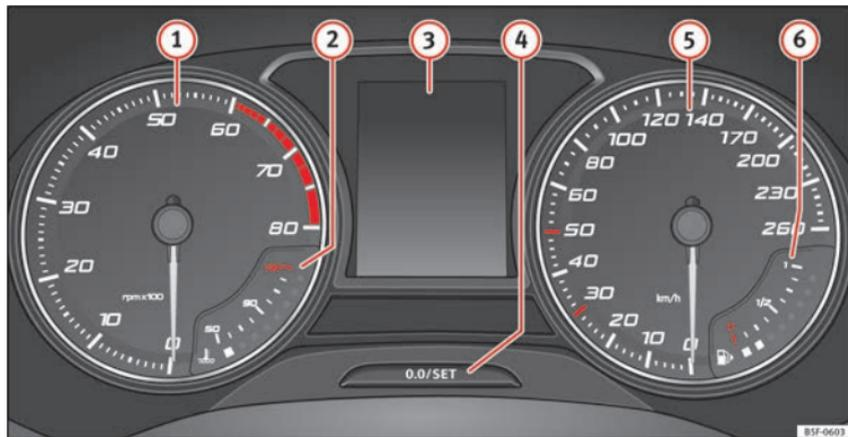

Fig. 110 Combiné d'instruments à l'avant.
Explications concernant les cadrans » fig. 110 :
Le compte-tours indique le nombre de tours du moteur par minute » fig. 110 ①.
L'aiguille du compte-tours ① » fig. 110 ne doit rester que peu de temps dans la zone rouge : risque d'endommagement du moteur.
Lors de la mise du contact d'allumage, l'écran du tableau de bord » fig. 110 ③ affiche diverses informations en fonction de l'équipement du véhicule :
- Appuyez brièvement sur le bouton » » **fig. 110** (4) pour remettre le compteur kilométrique journalier à 0.
- Maintenez enfoncé le bouton (4) pendant environ 3 secondes pour afficher la valeur précédente.
- Pour régler l'heure, maintenez enfoncé le bouton » » **fig. 110** (4) pendant plus de 3 secondes afin de sélectionner l'indicateur des heures ou des minutes.
- Pour poursuivre le réglage, appuyez sur la partie supérieure ou inférieure du bouton (4). Pour que les nombres défilent rapidement, maintenez la touche appuyée.
- Appuyez de nouveau sur le bouton (4) pour mettre fin au réglage de l'heure.
Maintenez enfoncé le bouton » » **fig. 110** (4) pendant plus de 15 secondes pour afficher les lettres-repères du moteur (MKB) du véhicule. Pour cela, le contact d'allumage doit être mis et le moteur coupé.
L'indicateur de température du liquide de refroidissement **②** »» **fig. 110** ne fonctionne que lorsque le contact d'allumage est mis. Pour éviter d'endommager le moteur, veuillez tenir compte des remarques suivantes, relatives aux plages de température.